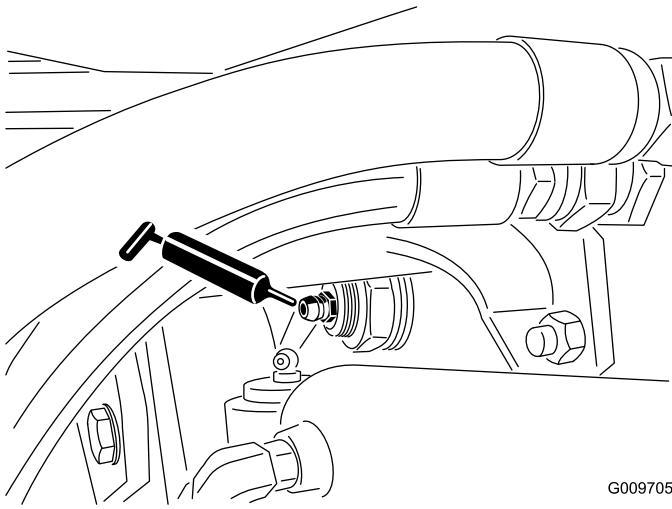

Figure 68
- Bagues de pivot de pont arrière (2) (Figure 68).